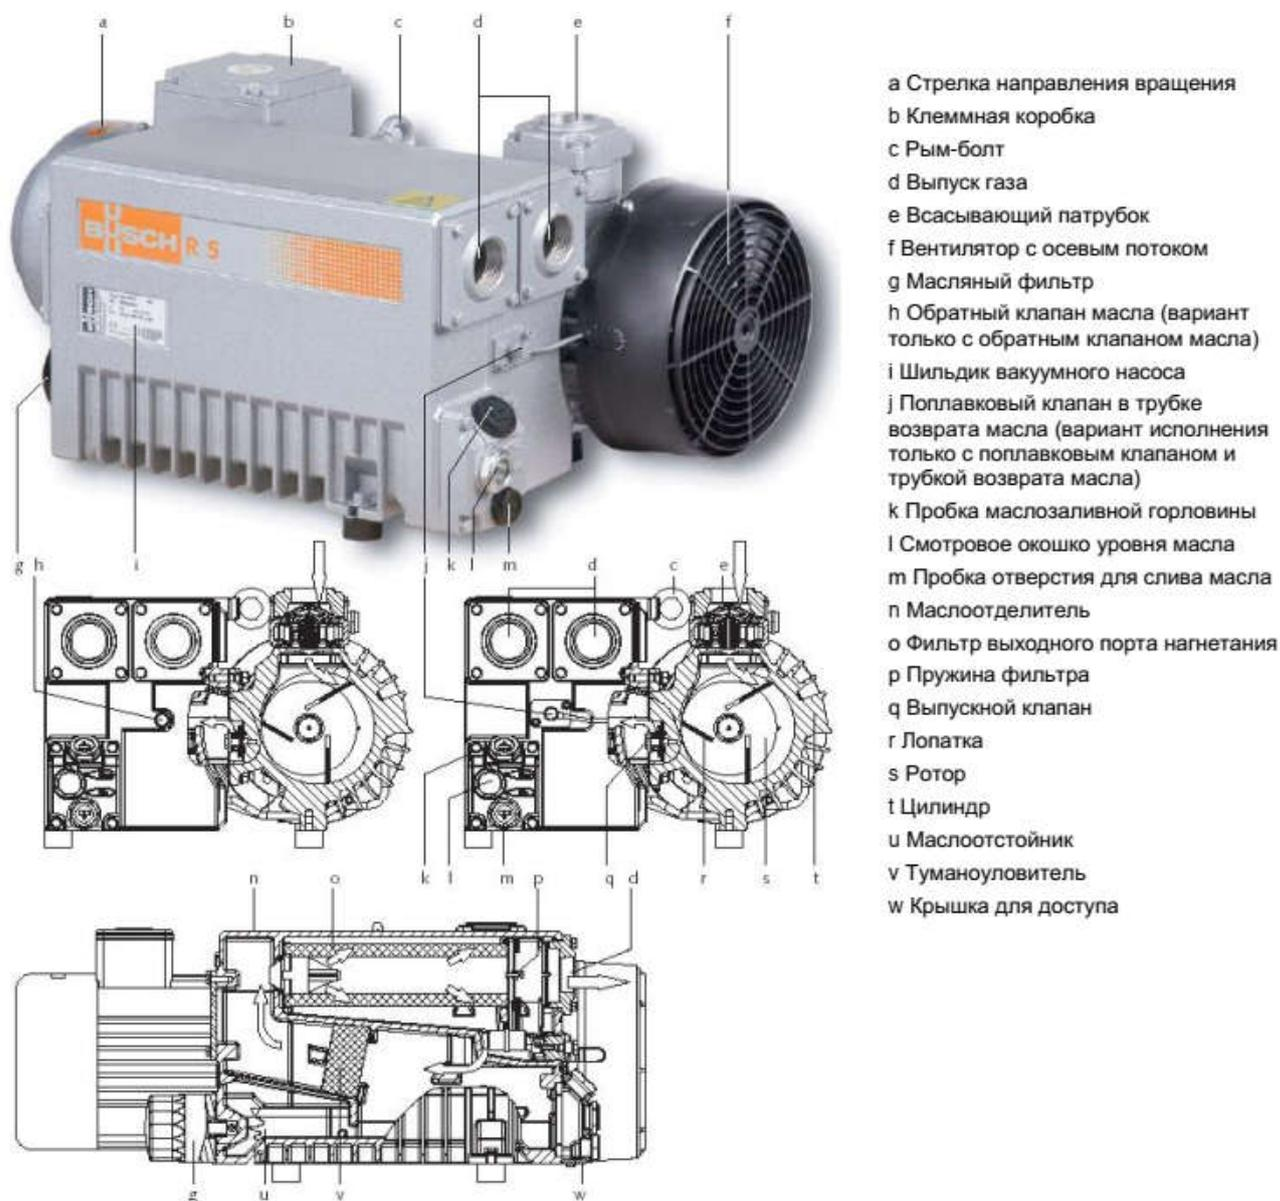

Рис. 6.3. –Составные элементы вакуумного насоса Busch RA 0063 0100
- Проверьте работоспособность выходных фильтров (Рис.6.3 - о, Рис. 6.4 - 122, а также раздел «Выходные фильтры» Руководства по эксплуатации вакуумного насоса Busch RA 063 0100)
- Проверьте работоспособность выходных фильтров (Рис. 6.3 - о, Рис. 6.4 – 122, а также раздел «Выходные фильтры» Руководства по эксплуатации вакуумного насоса Busch RA 063 0100)
- Замените масло и масляный фильтр (Рис. 6.3 - г, Рис. 6.4 - 100, а также раздел «Замена масла масляного фильтра» Руководства по эксплуатации вакуумного насоса Busch RA 063 0100)
- В случае варианта исполнения с поплавковым клапаном (Рис.6.3 - j, Рис.6.4 - 200) и трубкой возврата масла проверьте поплавковый клапан (Рис.6.3 - j, Рис.6.4 - 200, а также разделы «Замена масла и масляного фильтра», «Проверка поплавкового клапана» Руководства по эксплуатации вакуумного насоса Busch RA 063 0100)
При эксплуатации в таких условиях масло и масляный фильтр (Рис. 6.3 - g, Рис. 6.4 - 100) следует заменять через каждые 500-2000 рабочих часов или раз в полгода.
Убедитесь в том, что вакуумный насос отключён и масло собралось в нижней секции масляного сепаратора (Рис. 6.3 - п, Рис.6.4 - 75)
Оцените уровень масла в смотровом окошке (Рис.6.3 - 1, Рис.6.4 - 83)